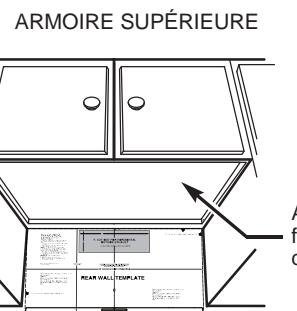
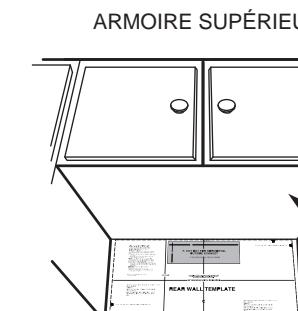

FIG. 1
FIG. 2
1. Déterminez si votre armoire a une zone avec renforcement ou un fond plat et lisse. Voir Fig. 1. S'il est plat, coller le patron sur le fond (Fig. 2). S'il a un renforcement, couper les bords du patron pour qu'il s'adapte sur le fond de l'armoire. Il est important que les bords des armoires permettent une installation de niveau du four.